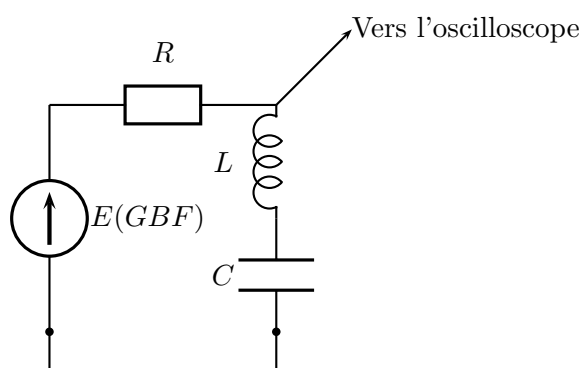

FIGURE 1 –
On alimente un circuit  $RLC$  série par un générateur de tension (cf figure 1). L'amplitude de la tension aux bornes de l'ensemble  $LC$ , visualisée à l'oscilloscope, passe par un minimum lorsque la fréquence du signal d'entrée varie.
- Réaliser le montage de la figure 1 avec  $R = 10^4 \Omega$ ,  $C = 10 \text{ nF}$  et  $L = L_1$